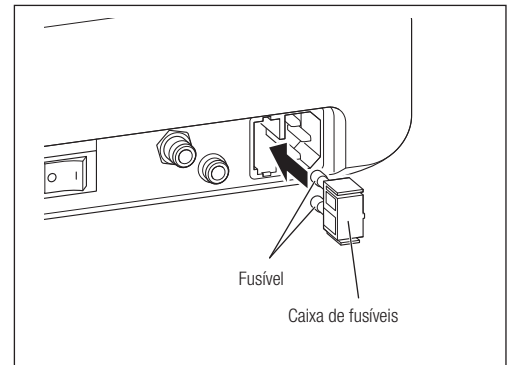

Fig. 59
- 3) Retire o suporte do fusível situado na parte traseira da unidade de controle e, ao mesmo tempo, mantenha os pregos em ambas as extremidades introduzidos (Fig. 59).